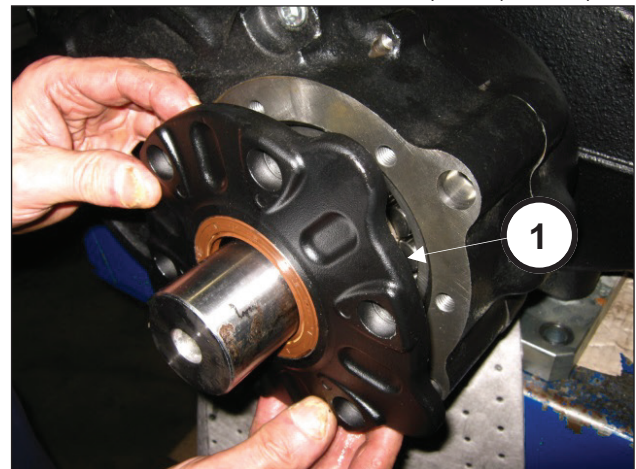

Abb. 93
Bauen Sie den Ritzeldeckel in den Sitz ein (Pos. ①, Abb. 93).